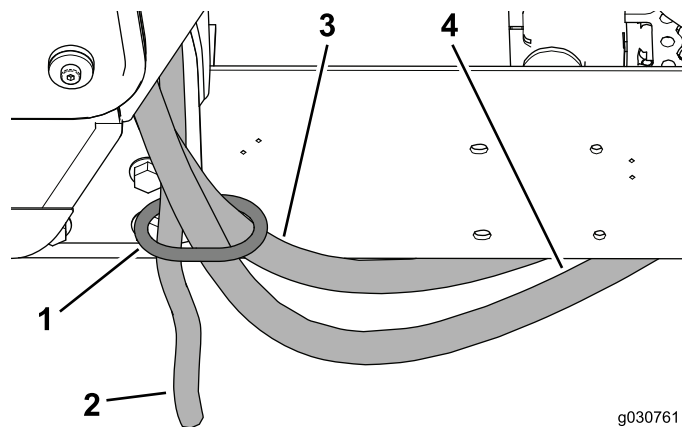

Figura 35
4. Disponete i flessibili per il riscaldamento e il flessibile di spurgo attraverso l'anello del flessibile sul supporto posteriore della cabina (Figura 35).